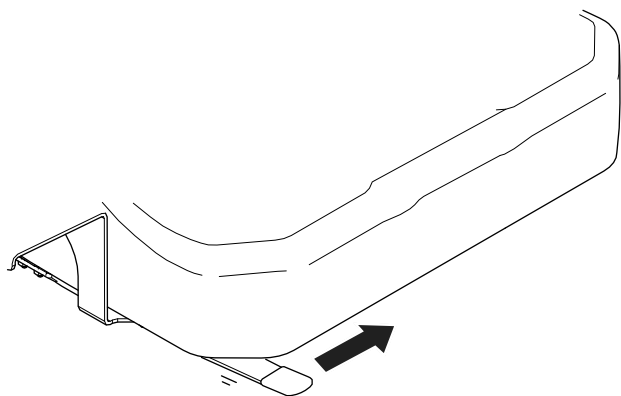

Bild 12
- **Modell 32301:** Verschieben Sie den Hebel (Bild 12) nach links, stellen Sie den Sitz auf eine bequeme Stellung ein und lassen Sie den Arretierhebel los, um die Sitzstellung zu arretieren.